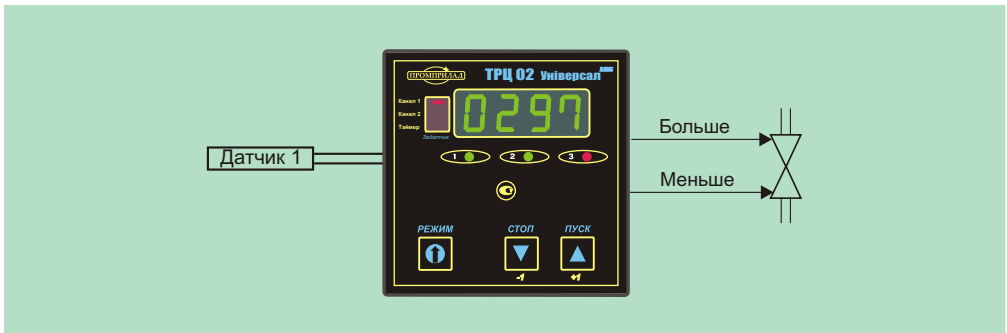

Рисунок 20
18. 7 Подключение исполнительных устройств (пускателей и др.) осуществлять в соответствие со схемой подключения (Рис. 20).